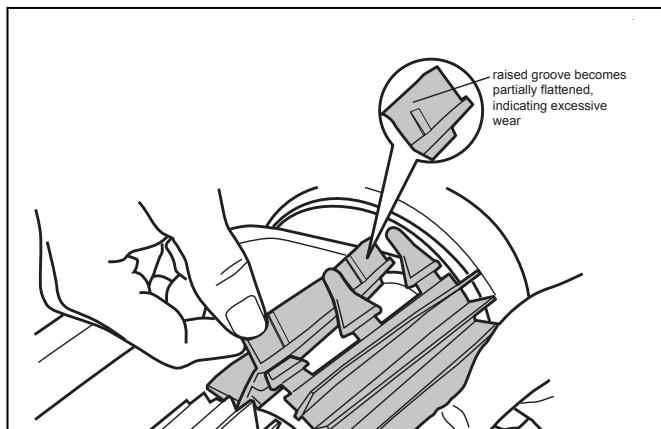

Figure 20. Indicateur de brosse usée
Le robot nettoyeur est muni d'une brosse à l'avant. Des indicateurs d'« usure » sont présent sur la brosse (Figure 20). Pour maintenir des performances de brossage optimales, remplacer la brosse dès que l'indicateur d'usure a atteint le niveau maximal. Zodiac vous recommande de remplacer les brosses tous les deux (2) ans.